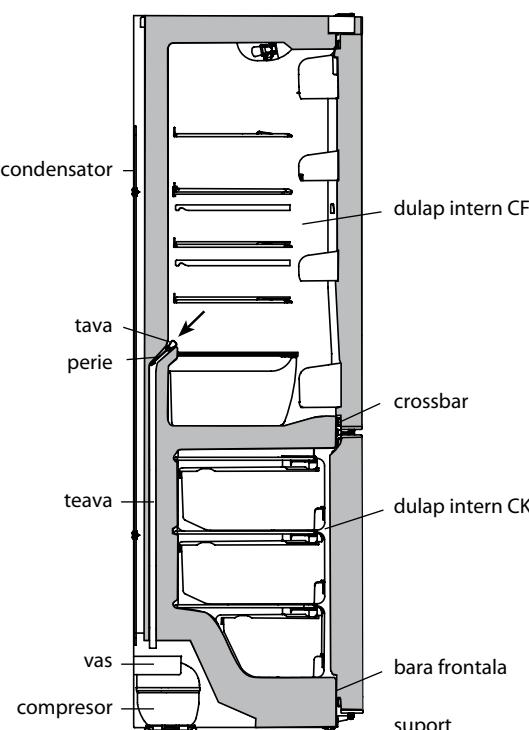

Figura 6 – Schema eliminarii apei topite din CF
3.4.1 În CF se utilizează sistemul automat de decongelare. Chucura, care apare pe peretele din spate a CF, se topesc în ciclu de dezgetare la deconectarea compresorului și se transformă în picături de apă. Picăturile de apă topită se scurg în vas și prin gaură în tiavă patrunzând în țeavă navei pe compresor, în conformitate cu figura 6 unde și se evaporă. În gaura tavei este instalată o perie pentru a preveni înfundarea sistemului de evaporare.
Prezența apei în tava indică la blocarea posibilă a surgerii apei. Pentru a elimina contaminarea trebuie să curățați cu peria gaura în tava, astfel că apa să se scurgă fără obstacole un vas, se spăla peria și se instalează în conformitate cu figura 6.
SE INTERZICE exploatarea frigiderului cu sistemul de scurgere înfundat. Apa apărută în partea de jos a camerei frigiderului sau în locul atasamentului placii la dulapul interior al CF în conformitate cu figura 6, poate provoca coroziunea camerei exterioare și a elementelor agregatului frigiderului, a distrugă izolarea termică, poate cauza formarea de fisuri a camerei interioare și deteriorarea complete a camerei frigiderului.
ATENTIE! Nu permiteți scurgerea apei topite din CK la dezgetare și curățenie, deoarece apa, patrunzând la în locul atasamentului placii la dulapul interior al CK în conformitate cu figura 6, 7 poate provoca coroziunea camerei exterioare și a elementelor agregatului frigiderului, a distrugă izolarea termică, poate cauza formarea de fisuri a camerei interioare și deteriorarea complete a camerei frigiderului.